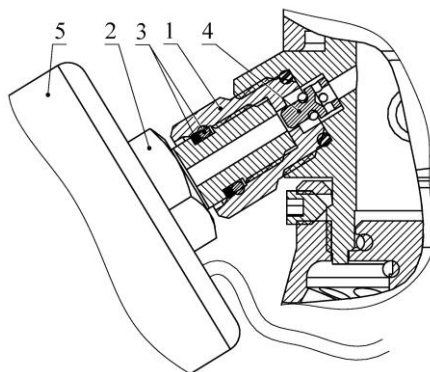

Рисунок 8.1 - Узел присоединения манометра
- в) удерживая переходник манометра (поз. 1, рис. 8.1) гаечным ключом S14 мм, отвернуть манометр (поз. 5, рис. 8.1) при помощи гаечного ключа S14 мм (место под ключ, поз. 2, рис. 8.1) на 5 полных оборотов до выхода уплотнительных колец (поз. 3, рис. 8.1) из посадочного гнезда. При выходе уплотнительных колец происходит сброс давления в камере между штуцером манометра и обратным клапаном (поз. 4, рис. 8.1). При полном сбросе давления из камеры происходит закрытие обратного клапана (характеризуется глухим щелчком и падением стрелки на шкале манометра до нуля). Если выход газа не прекратился необходимо вкрутить манометр на место. При этом необходимо следить, что бы уплотнительные кольца (поз. 3, рис. 8.1) полностью зашли в посадочное гнездо. О данной неисправности срочно сообщить предприятию-изготовителю.